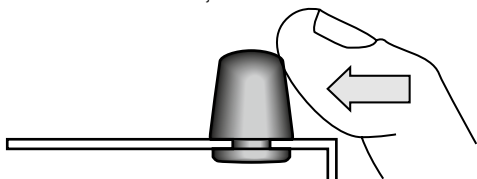

fig.3: de rubberen voetjes verwijderen
- Als u het toestel in een 19"-rack monteert, kan u de standaard gemonteerde rubberen voetjes verwijderen (fig.3). Oefen zijdelingse druk uit op de voetjes om ze uit het toestel te verwijderen.